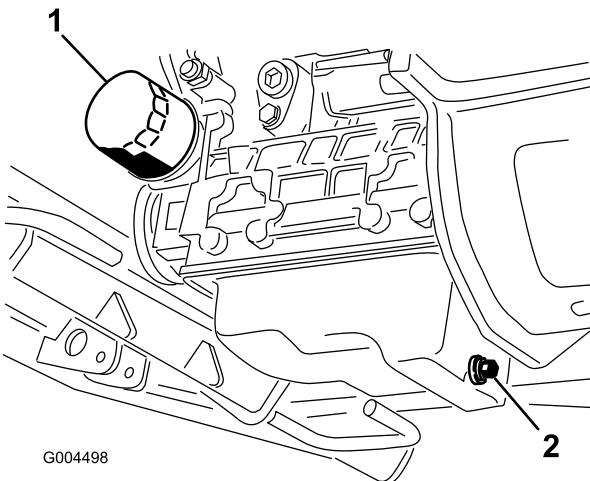

Figura 44
3. Coloque um recipiente de drenagem debaixo do recipiente do óleo e alinhe-o com o tampão de escoamento (Figura 44).
6. Retire e substitua o filtro do óleo (Figura 44).